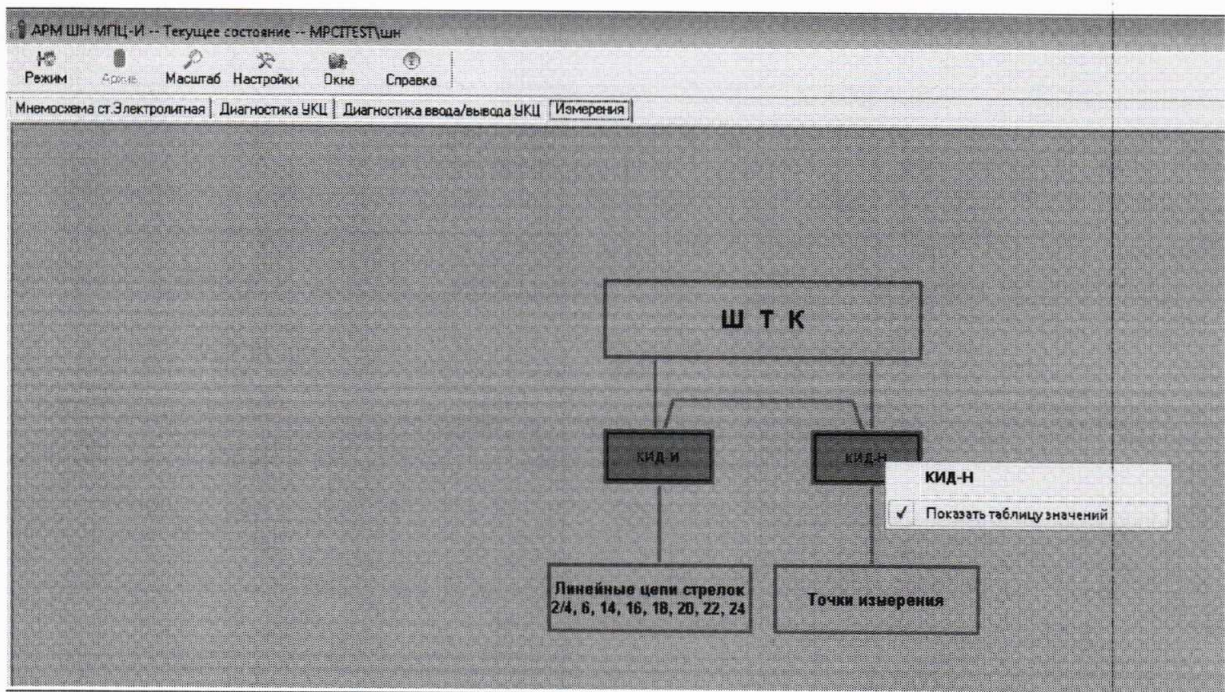

Рисунок 1
7.2.1 Включить электропитание контроллера и запустить на ПК ПО АРМ ШН. После запуска ПО во вкладке «Измерения» навести указатель «мыши» на пиктограмму КИД-Н, нажать правую кнопку «мыши» и в выпадающем меню выбрать пункт «Показать таблицу значений» (см. рисунок 1).